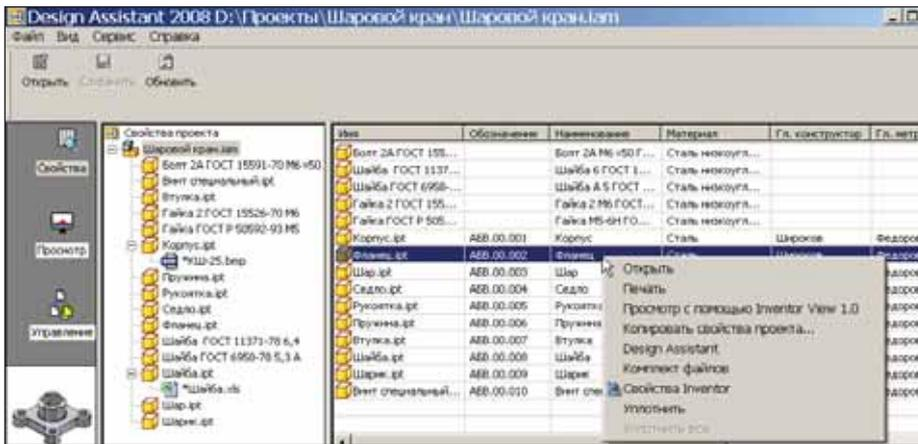
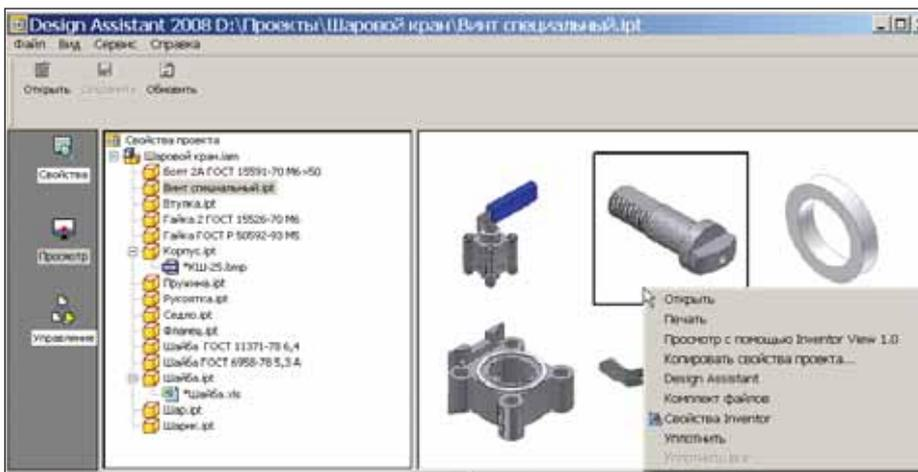
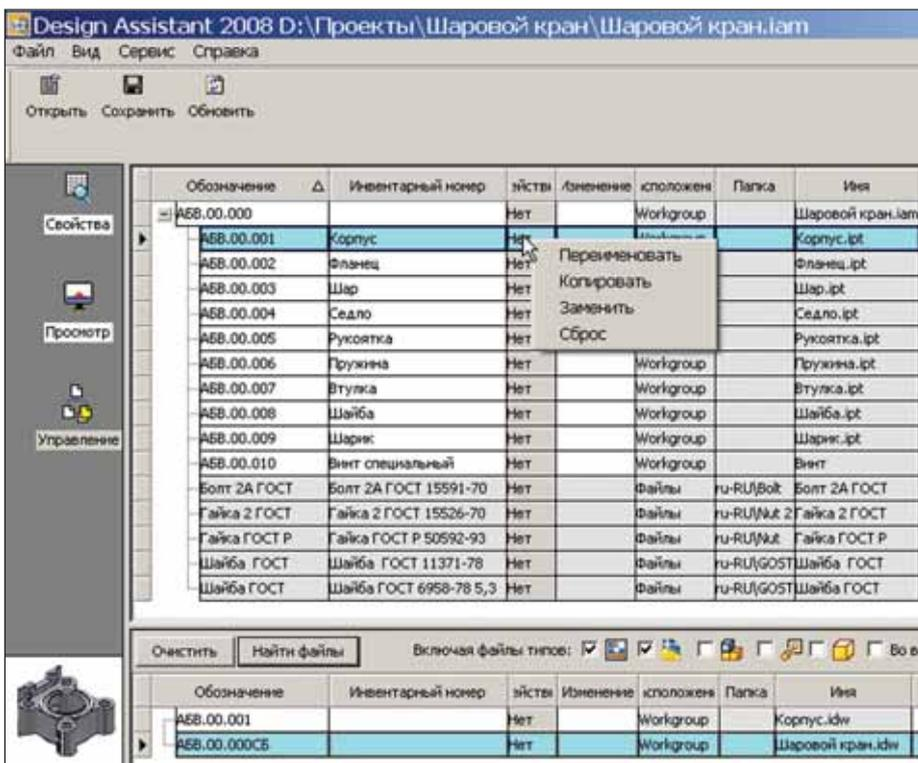

Рис. 1. Режим *Свойства*
Рис. 2. Режим *Просмотр*
Рис. 3. Режим *Управление*
Design Assistant имеет три режима: *Свойства* (рис. 1), *Просмотр* (рис. 2) и *Управление* (рис. 3).
1. Переименование файла, на который есть ссылки в изделии, чертеже или схеме (рис. 3)